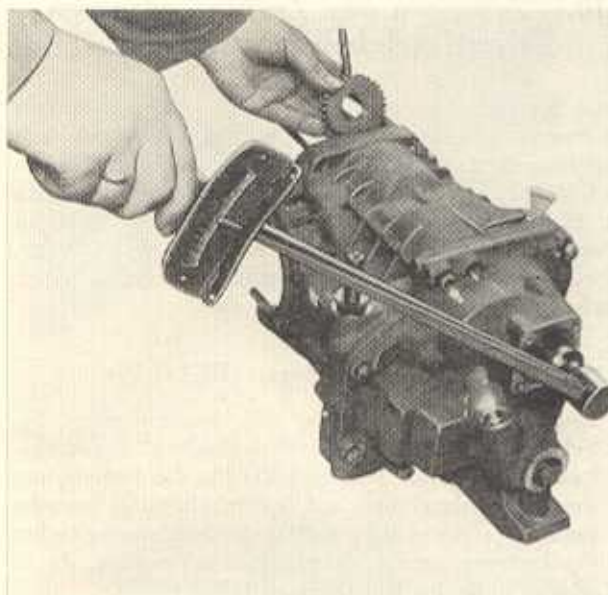

Bild G 92. Sechskantmutter der hinteren Antriebswelle lösen bzw. anziehen
3. Sechskantmutter M 20 × 1,5 nach Abbiegen des Sicherungsbleches von der hinteren Antriebswelle abschrauben und Sicherungsblech abnehmen. Dabei ist durch Einstecken des Gegenhalters für die Antriebswelle W-420 424/1 in den Freilaufaußenring die hintere Antriebswelle gegen Verdrehen zu halten (Bild G 92).